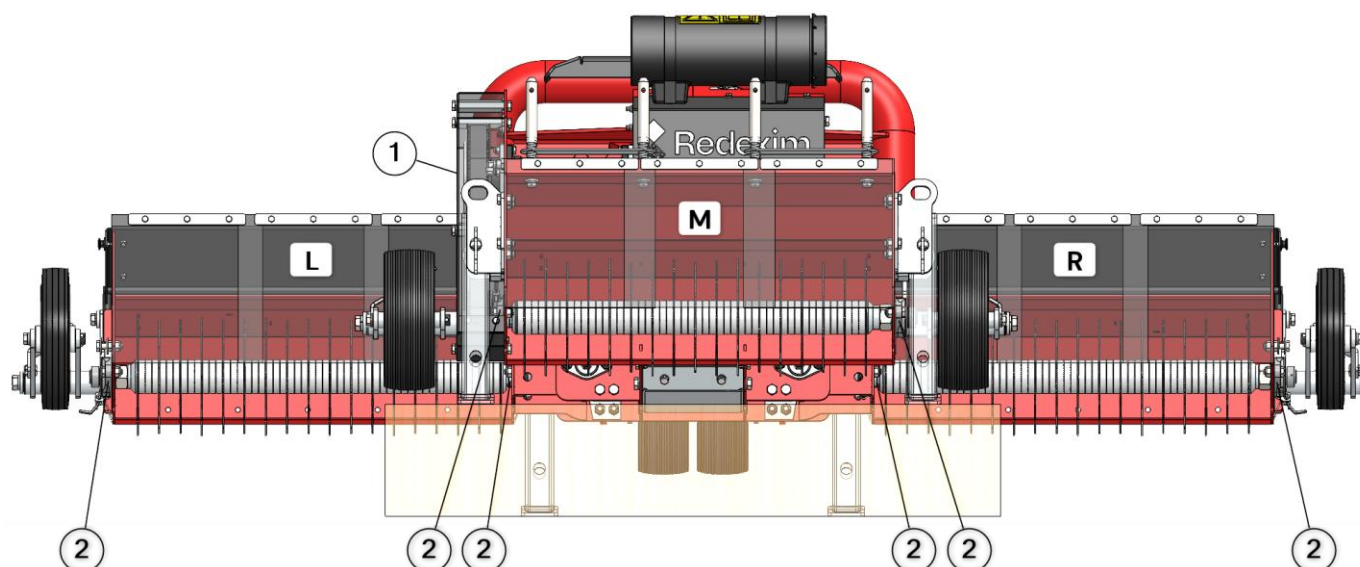
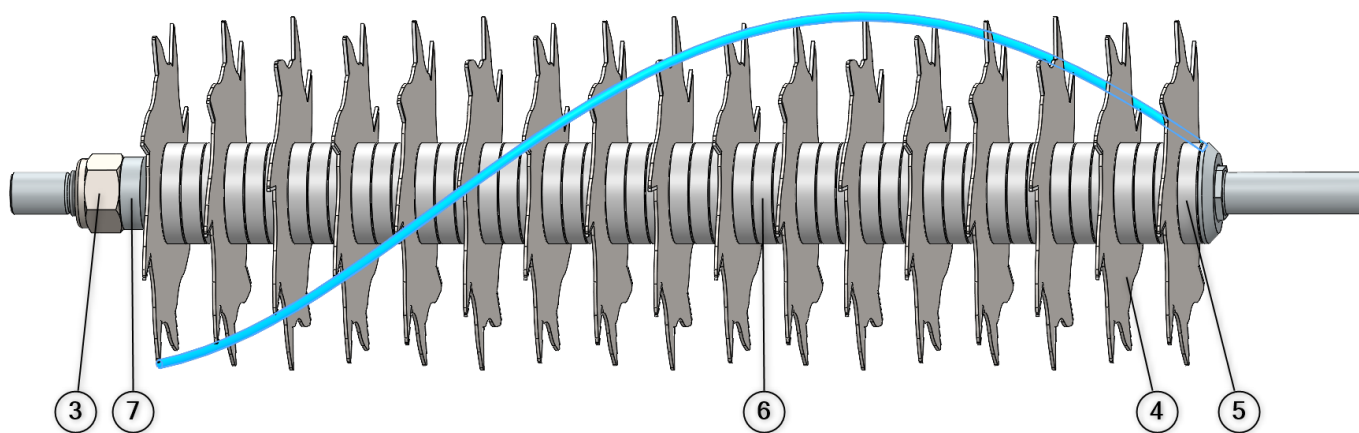
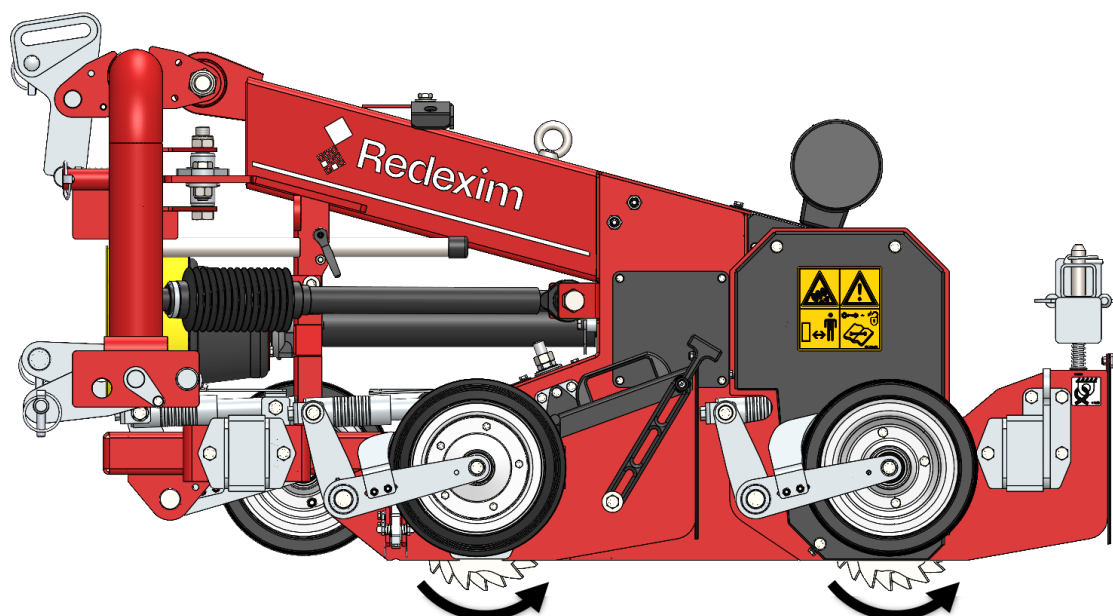

Fig. 19
Fig. 20
Fig. 21
3. Zie Fig. 19. Haal de beschermkappen (1) weg, ontspan de tandriem en verwijder deze (alleen middensectie).
4. Maak de bouten van de lagerblokken (2) per rotor los en verwijder de rotors voorzichtig, onthoud welke rotor waar hoort of markeer deze.
5. Zie Fig. 20. Haal de moer (3) los van de as. Blokkeer hiervoor de spie aan het andere uiteinde. Gebruik hiervoor een hulpmiddel, bijvoorbeeld een profiel bus, zodat de as onbeschadigd blijft.
11. Schuif de lagerblokken (2) weer op de rotorassen en monteer de rotors op de juiste plek.
12. Stel de rotors ten opzichte van elkaar af voor de juiste mes afstand en draai daarna de ring van het lagerblok (2) vast.
13. Controleer of alle messen in de juiste richting staan (zie Fig. 21).
15. Monteer de beschermkappen (1).